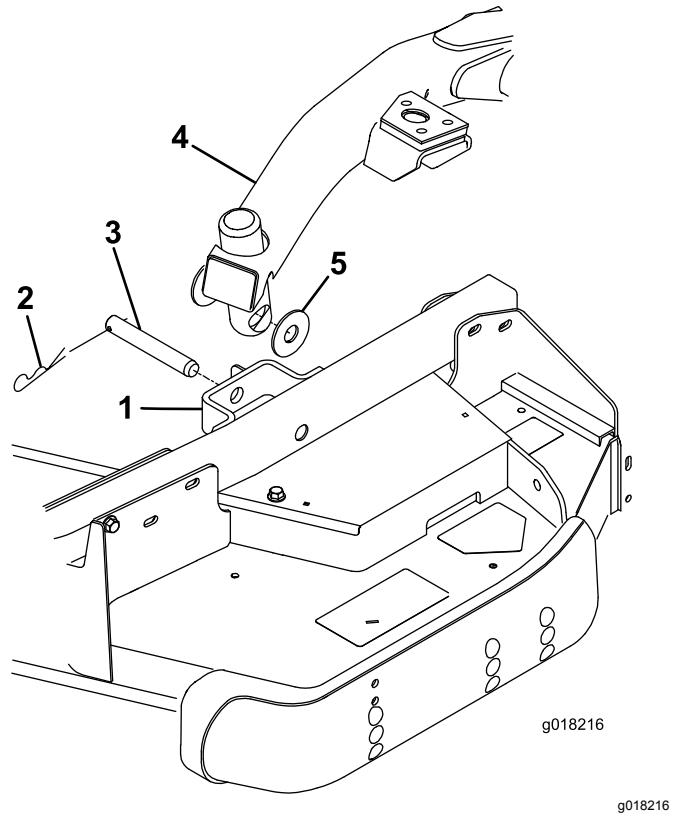

Figura 26
4. Pressione o interruptor de elevação para a frente para a posição FLUTUAÇÃO. Empurre um braço de elevação para baixo até que os furos no braço fiquem alinhados com os furos do suporte do braço da roda giratória e possa inserir a haste de altura de corte nas pastilhas do braço de elevação (Figura 26).
5. Prenda o braço de elevação no braço da roda giratória com duas anilhas de encosto, um passador de forquilha e um perno de gancho, posicione as anilhas de encosto entre o braço de elevação e o suporte do braço de elevação (Figura 26) e insira a extremidade do perno de gancho na ranhura da patilha do braço da roda giratória para fixar o perno de gancho.